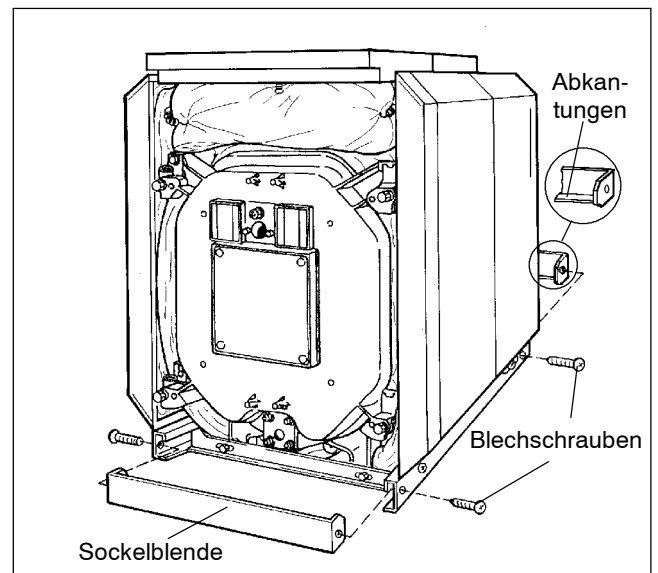

Abb. 44
- Die quer verlaufenden Sockelblenden von vorne und hinten in die längs verlaufenden Sockelblenden schieben. Die Abkantung am Querblech muß unten sein und zum Kessel zeigen (Abb. 44).